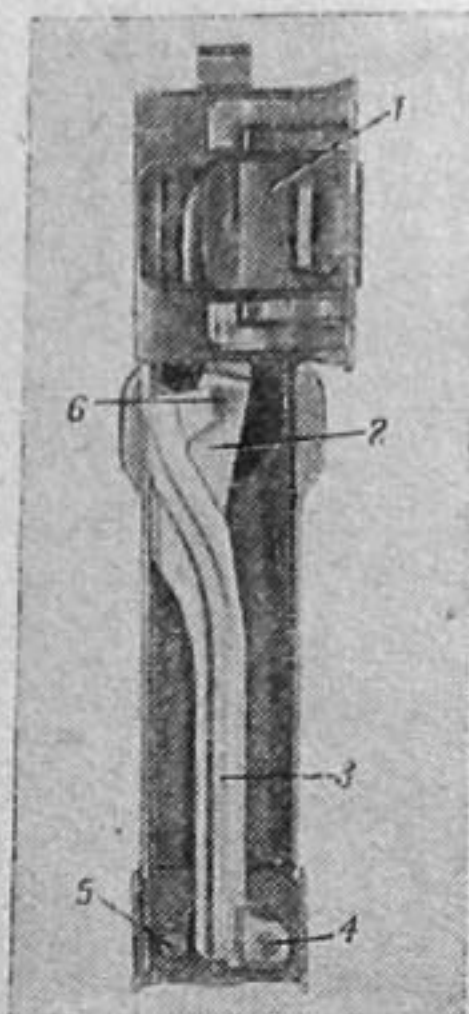

Рис. 22. Крышка коробки собрана для левого питания:
5. Надеть верхний приемник (рис. 22) так, чтобы его горловина была обращена вправо (также при перевернутом положении крышки).